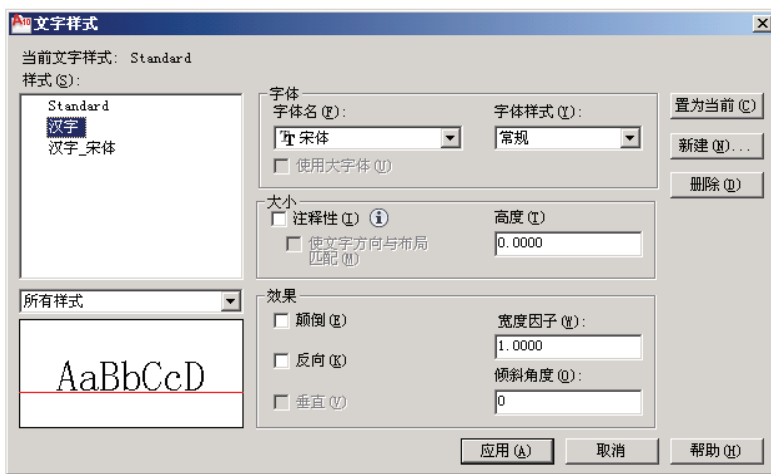

图 T7-19 “文字样式”对话框
① 单击取“格式→文字样式”菜单，弹出图 T7-19 所示的“文字样式”对话框。